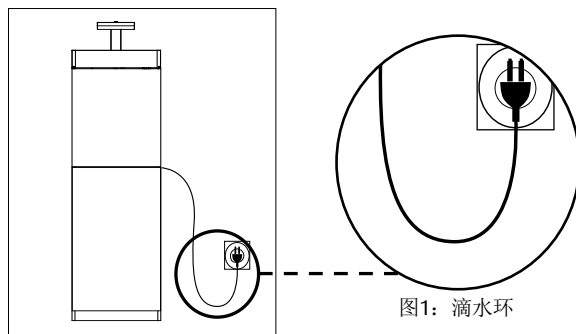

图1: 滴水环
- 避免装置插头或插座进水，竖立放置水族箱并使水族箱紧靠装有插座的墙壁一侧，以防止水滴落到插座或插头上。为把水族箱装置连接到插座上的电源线，用户应制作一个“滴水环”（如图1所示）。“滴水环”是插座或连接器下方的电源线部分。如有必要，使用延长线路，以避免水沿着电源线流入插座。如果插头或插座已进水，请勿拔除电源线。断开装置电源保险丝或电路，然后拔除设备并检查插座内是否进水。